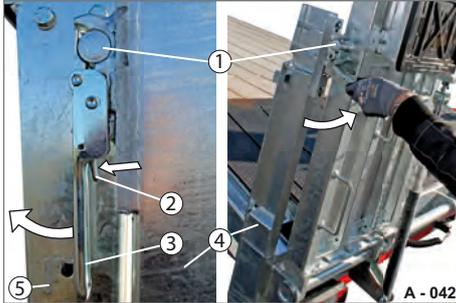

Abb. 61 Sicherungsverschluss entriegeln
- ▶ Verschluss-Sicherung (Abb. 61/2) eindrücken.
- ▶ Am Verschluss-Hebel (Abb. 61/3) ziehen.
- ▶ Zapfen (Abb. 61/1) der Auffahrrampe (Abb. 61/5) wird freigegeben.
- ▶ Verschluss-Hebel (Abb. 61/3) an die Eckrunge (Abb. 61/4) drücken. Verschluss-Sicherung (Abb. 61/2) schnappt ein. Sicherungsverschluss ist verriegelt.